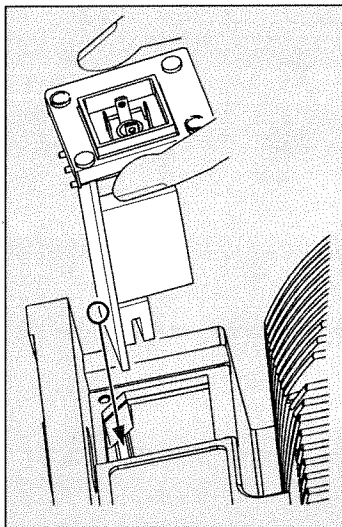

Fig. 14
- ▶ Saisissez la carte relais avec la main droite aux bords gauche et droit du kit relais et basculez légèrement le bord avant vers la gauche (voir fig. 14).